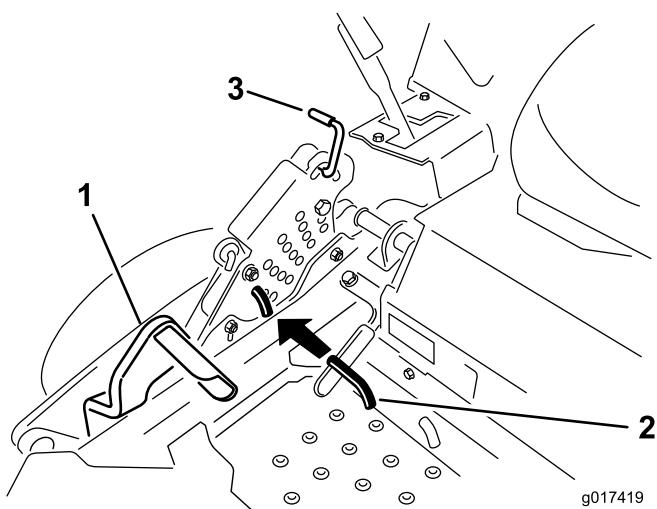

図 69
5. デッキ昇降ペダルを一杯に踏み込んでデッキを移動走行位置にロック（刈高 14 cm 位置にロック）する（図 69）。